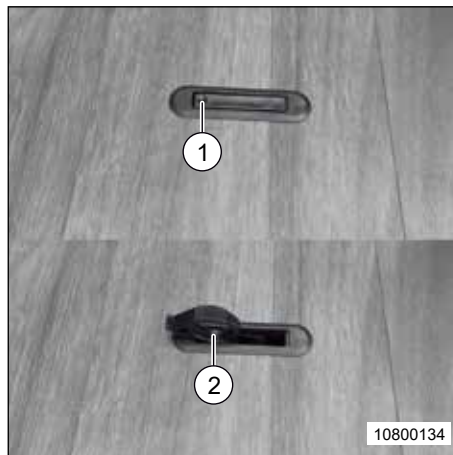

Fig. 76 Dispositif de fermeture dans la trappe de plancher
- Pousser le dispositif de fermeture vers le bas au niveau du marquage (Fig. 76, pos 1).
- Soulever la trappe à l'aide du levier de la poignée (Fig. 76 pos. 2).
- Fermer la trappe et rabattre le levier de la poignée (Fig. 76 pos. 2).